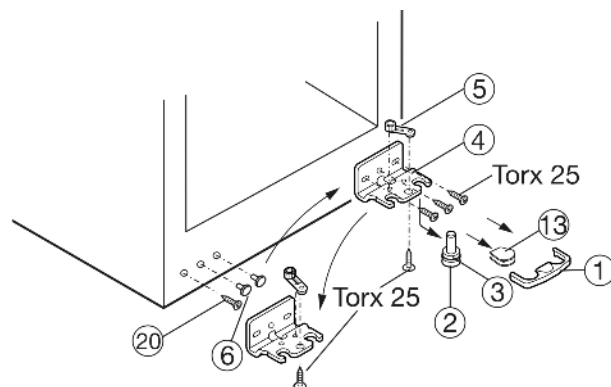

Fig. 4
- ▶ Pojistku Fig. 4 (1) stáhněte dopředu.
- ▶ Kryt Fig. 4 (13) stáhněte.*
- ▶ Ložiskový čep Fig. 4 (2) vytáhněte dolů a dopředu. Přitom je třeba dávat pozor na pouzdro závěsu Fig. 4 (3).
- ▶ Odšroubujte stojan ložiska Fig. 4 (4).
- ▶ Odšroubujte díl ložiska Fig. 4 (5) a přemístěte jej do protilehlého upínacího otvoru stojanu ložiska, pak ho znovu pevně přišroubujte.
- ▶ Sejměte opatrně zátky Fig. 4 (6) na straně madla a opět je nasadte na protilehlé straně.
- ▶ Šroub Fig. 4 (20) vyšroubujte a opět ho nasadte na protilehlé straně.
- ▶ Stojan ložiska Fig. 4 (4) na nové straně závěsu zase příp. přišroubujte pomocí akumulátorového šroubováku (**s 4 Nm**).
- ▶ Příklad zase lehce nahněte dozadu a vložte opět ložiskový čep Fig. 4 (2) s pouzdem závěsu Fig. 4 (3). Zářez na ložiskovém čepu musí směřovat dopředu.
- ▶ Kryt Fig. 4 (13) nasadte na protilehlé straně.*
- ▶ Pojistka (1) musí na stranách zapadnout do stojanu ložiska, aby ložiskový čep a tím i dveře byly zajištěny.
- ▶ Pojistku (1) zase zatlačte na stojan ložiska.
- ▶ Dveře případně pomocí obou podélných otvorů ve stojanu ložiska Fig. 4 (4) vyrovnejte tak, aby lícovaly se skříň přístroje. Vyšroubujte prostřední šroub.